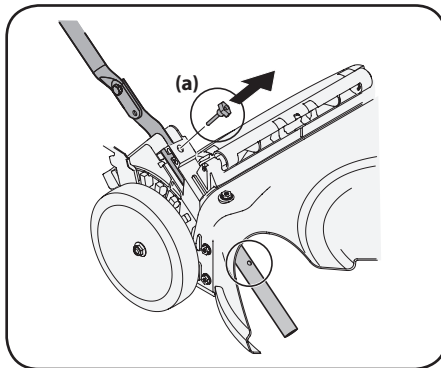

Figure 2-13
1. Retirez les écrous papillon (a) et les boulons de carrosserie (b) de la poignée. Voir Figure 2-13.
2. Ajustez la poignée dans l'une des trois positions. Voir Figure 2-13.